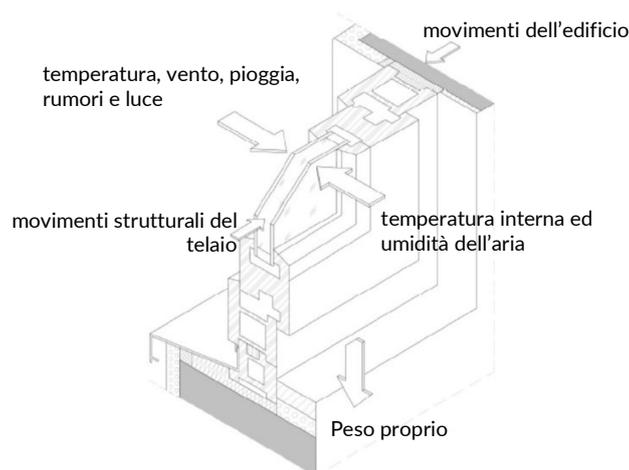

figura n. 1. Carichi esercitati sulla finestra
3. Trasmettono i carichi, che esercitano un'azione su di essi, sulle pareti dell'edificio, in cui sono montati (figura n. 1)